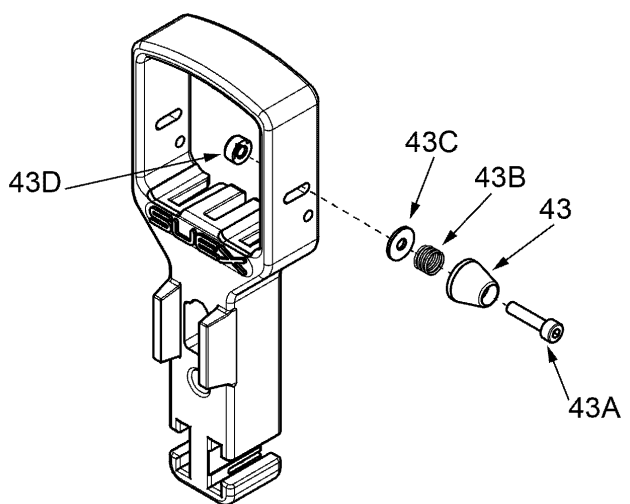

Fig 22 - Posizionare il Cruise control sul lato destro
- svitare la vite (43A) trattenendo il dado (43D Fig 22 - a pag. 20) (servirsi degli attrezzi forniti a corredo),
- riposizionare tutti i componenti del Cruise control sul lato destro della maniglia rispettandone la sequenza (si veda Fig 22 - a pag. 20).